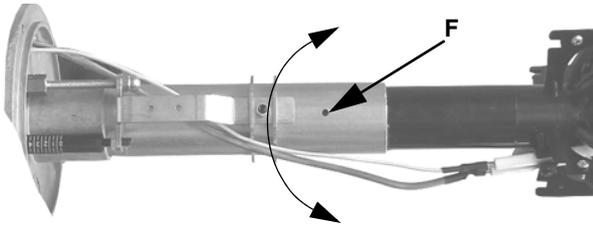
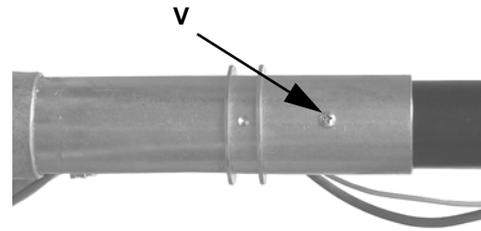

Fig. 11
Fig. 12
- 7 Aflojar el tornillo **V** que fija la cabeza de combustión al tubo cabeza, girar la cabeza 180° como se indica en la (Fig. 11), hasta encontrar el orificio **F**, y fijar nuevamente el tornillo **V** Fig. 11 Fig. 12 Fig. 12.